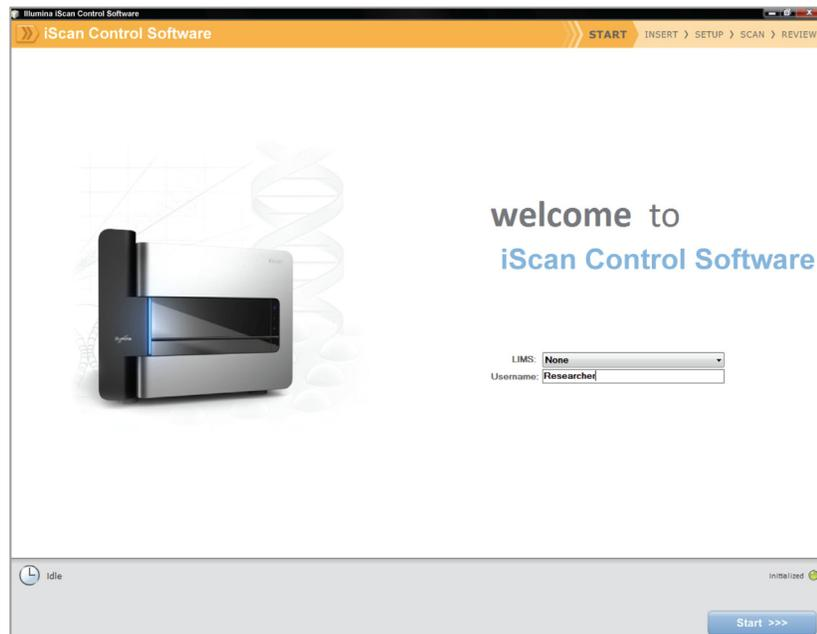

Рис. 77 Приветственное окно
3. В выпадающем списке **LIMS** выберите значение **None** (Нет) и введите ваше имя пользователя в Windows (Рис. 77).